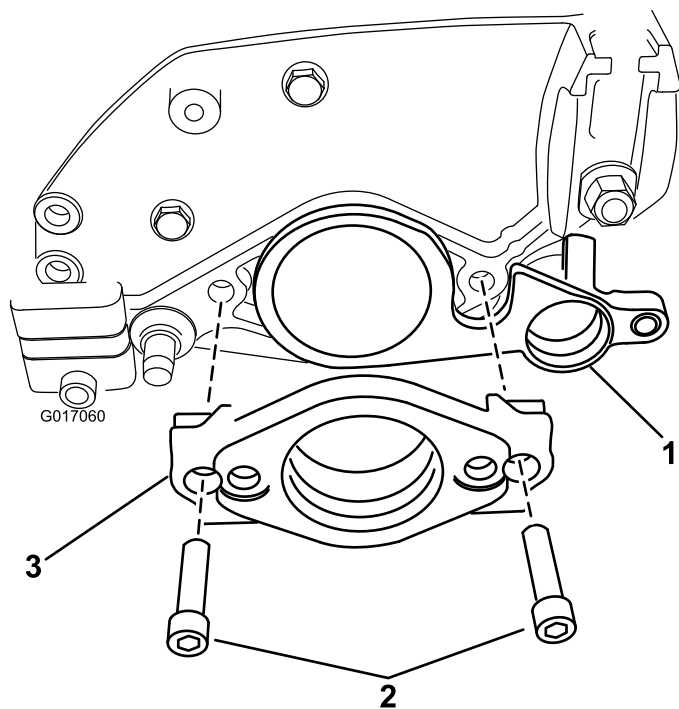

Figura 7
17. Insira a outra extremidade do eixo do rastelo no suporte do rolamento da placa lateral do lado direito (Figura 7).
18. Insira a montagem do motor na placa lateral. Prenda a montagem do motor e placa lateral na extremidade direita da unidade de corte com 2 parafusos de cabeça sextavada e porcas previamente removidos (Figura 7).